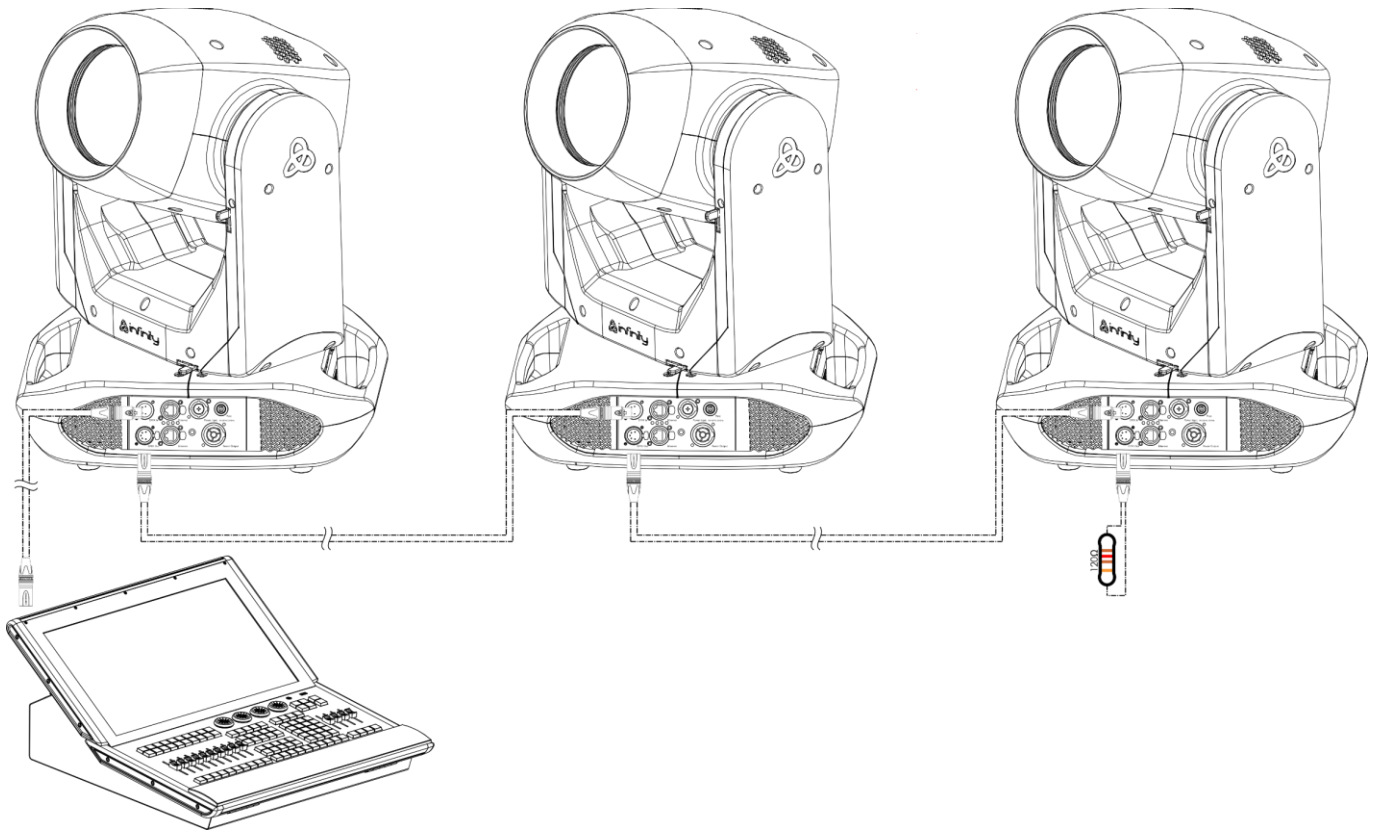

Fig. 10
- 04) Collegare le unità come indicato nella Fig. 10. Collegare la presa DMX "out" della prima unità alla presa DMX "in" della seconda unità, servendosi di un cavo di segnale DMX. Ripetere questo processo fino a collegare il resto delle unità.